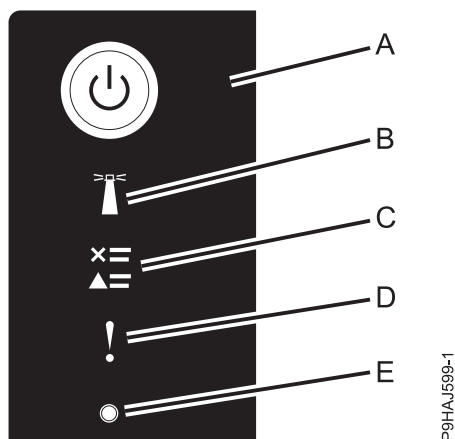

Figure 12. Voyants du panneau de commande
3. Appuyez sur le bouton de mise sous tension **(A)** du panneau de commande, comme indiqué dans la figure 12.